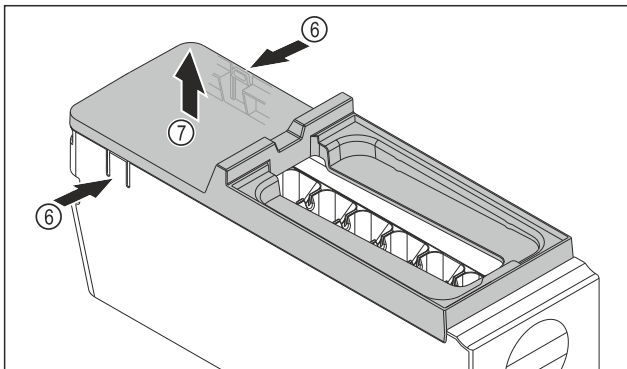

Fig. 146
- EasyTwist-Ice gövdesinin kapağını çıkarın: Kulakları Fig. 146 (6) EasyTwist-Ice gövdesinin iki kenarından bir elinizle çıkarın.
- Kapağı Fig. 146 (7) diğer elinizle yukarı doğru çıkarın.